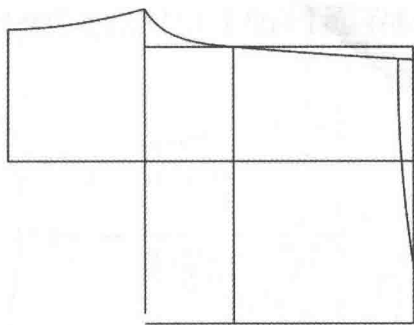

图 7-87 画内侧缝线
(15) 选择  【智能笔】工具从裤口端点与横裆端点相连，再用  【调整】工具调顺内侧缝线 (图 7-87)。
(16) 选择  【对称】工具按着【Shift】键，进入【对